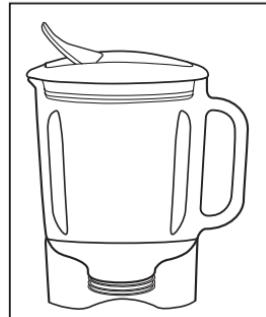

FIGURE 6
(!!!) AVERTISSEMENT: Pour le mélange de la nourriture CHAUDE, ouvrir le bec verseur pour laisser la vapeur se dégager. Couvrir partiellement l'ouverture en gardant les mains et la peau nue hors portée de l'ouverture afin d'éviter tout risque possible de brûlures (*Figure 6*).
(!!!) AVERTISSEMENT: Pour le mélange de liquides CHAUDS, ouvrir le bec verseur, démarrer à faible vitesse et augmenter lentement la vitesse par la suite. Ne pas ajouter de liquide qui dépasse le niveau de deux tasses (.5 L). Toujours garder les mains et la peau nue hors portée de la vapeur. Faire démarrer le mélangeur à la vitesse la plus faible (*Figure 6*).
- Ne pas retirer le couvercle lorsque le mélangeur marche. Ouvrir le bec verseur pour introduire les plus petits ingrédients (*Figure 6*).